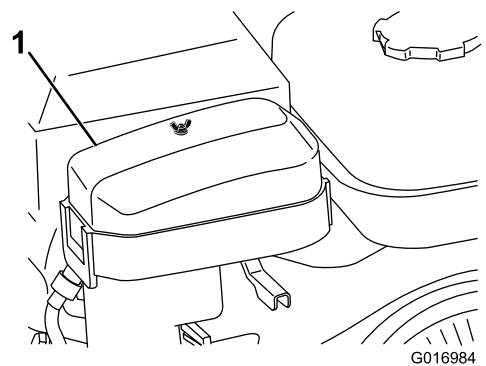

图31
2. 拧掉固定空气滤清器盖的蝶型螺帽，然后取下滤清器盖（图31）。